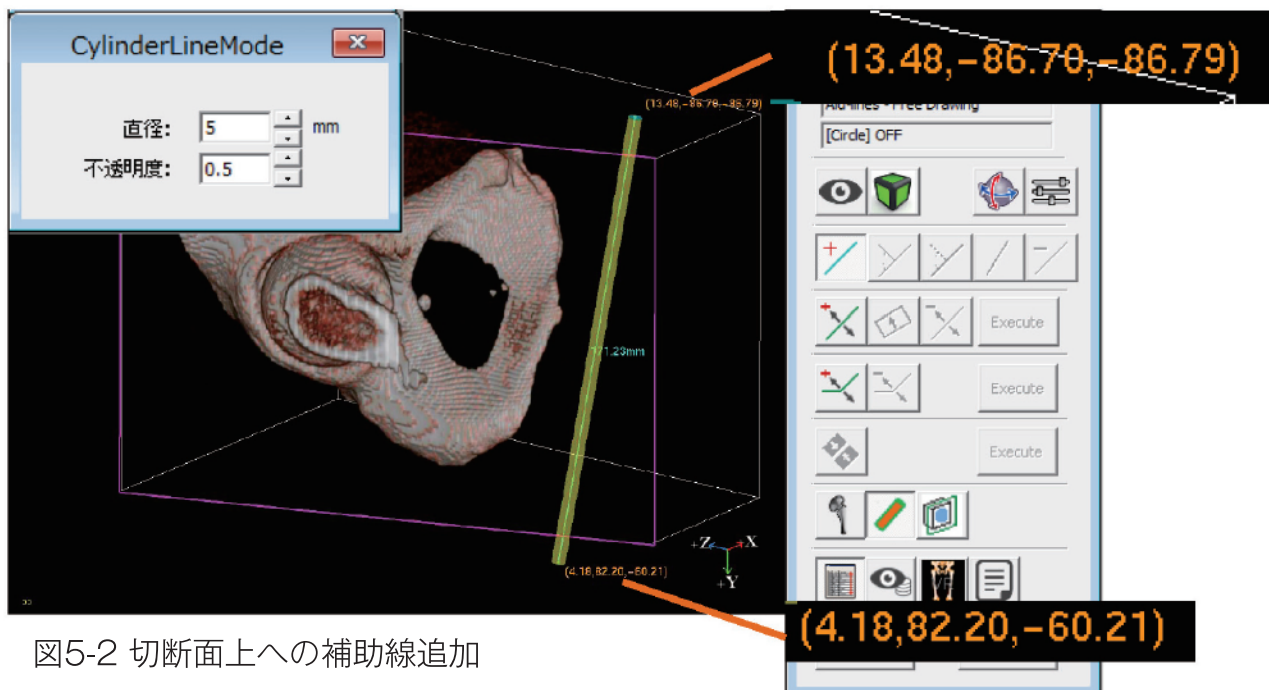

図5-2 切断面上への補助線追加
4. [左クリック]を行うと線分の始点が決まります。もう1度[左クリック]を行うと線分の終点が決まり、補助線(今回の場合、円筒形)の追加操作が完了します。円筒の始点・終点座標と長さが表示されます。(図5-2)